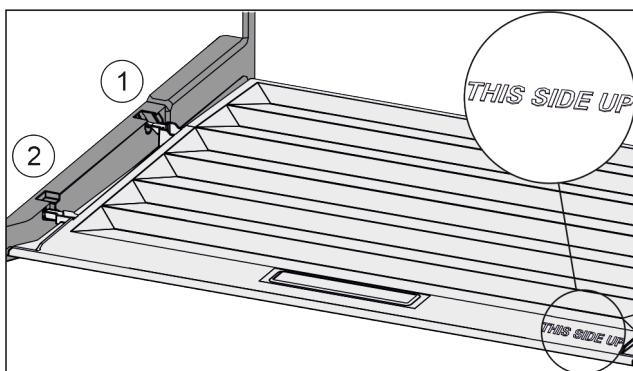

Fig. 47
- Výstupky veka zavedte cez otvor zadného držiaka Fig. 47 (1) a zaistite vpred u držiaku Fig. 47 (2).